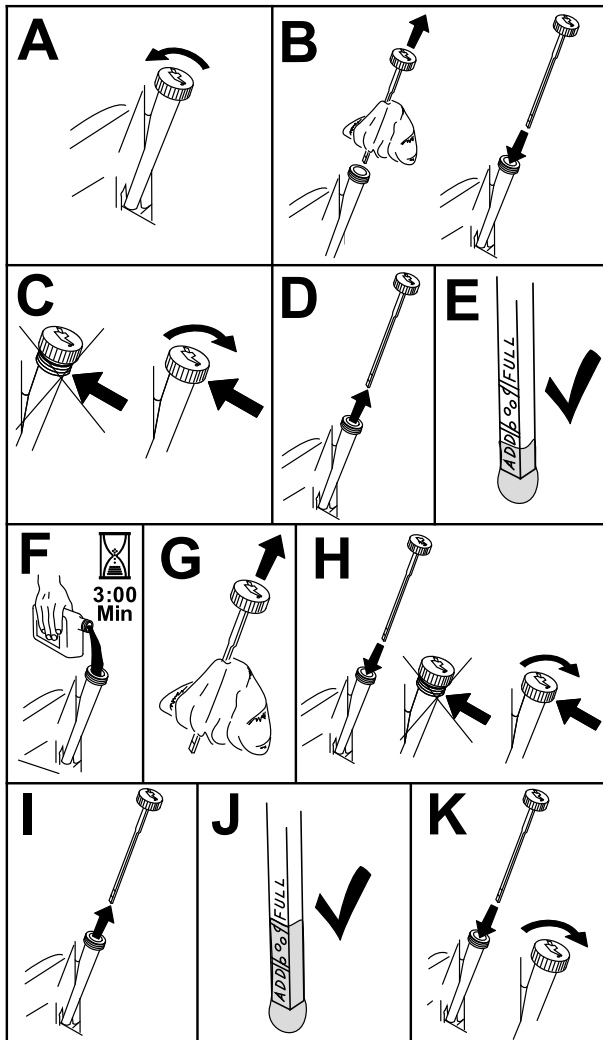

Figura 38
3. Para que no entre suciedad, recortes de hierba, etc., en el motor, limpie la zona alrededor del tapón de llenado/varilla de aceite antes de retirarlo (Figura 38).